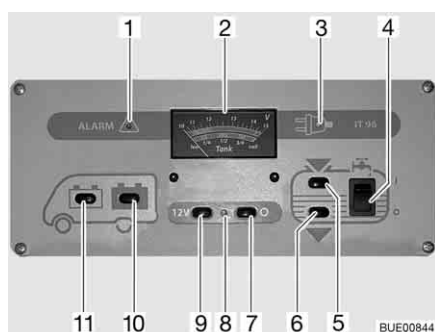

Bild 129 Panel IT 96-2
Med huvudbrytaren 12 V (Bild 129,7 och 9) kopplas panelen och bodelens 12 V-försörjning till eller från.
Slå på: ■ Tryck på knappen (Bild 129,9) "12 V": 12 V-försörjningen för bodelen är påslagen. Kontrollampan (Bild 129,8) lyser grönt.
Slå från: ■ Tryck på knappen (Bild 129,7) "O": 12 V-försörjningen för bodelen är avstängd. Kontrollampan (Bild 129,8) slocknar.
Med instrumentet V/tank (Bild 129,2) avläses den övre skalan. Instrumentets belysning tänds automatiskt när en knapp trycks in.
- Tryck på knappen (Bild 129,11) "": Startbatteriets spänning visas.
- Tryck på knappen (Bild 129,10) "": Bodelsbatteriets spänning visas.
På instrumentet V/tank kan vattennivån och avloppsvattennivån avläsas. På instrumentet V/tank (Bild 129,2) avläses den undre skalan. Instrumentets belysning tänds automatiskt när en knapp trycks in.
- Tryck på knappen (Bild 129,5) "": Vattenvolymen visas.
- Tryck på knappen (Bild 129,6) "": Avloppsvattenvolymen visas.
- Vippkontakten (Bild 129,4) trycks in upptill "I": Vattenförsörjningen är aktiverad.
- Vippkontakten (Bild 129,4) trycks in nedtill "O": Vattenförsörjningen är avstängd.
Den röda varningslampan "ALARM" (Bild 129,1) blinkar så snart spänningen i bodelsbatteri har sjunkit till under 11 V (mätning under pågående drift) och risk för djupurladdning föreligger.
Kontrollampa 12 V (Bild 129,8) lyser då huvudbrytaren 12 V (Bild 129,9) är inkopplad.
Den gula 230 V-kontrollampa (Bild 129,3) lyser när nätspänningen ligger på el-blockets ingång.